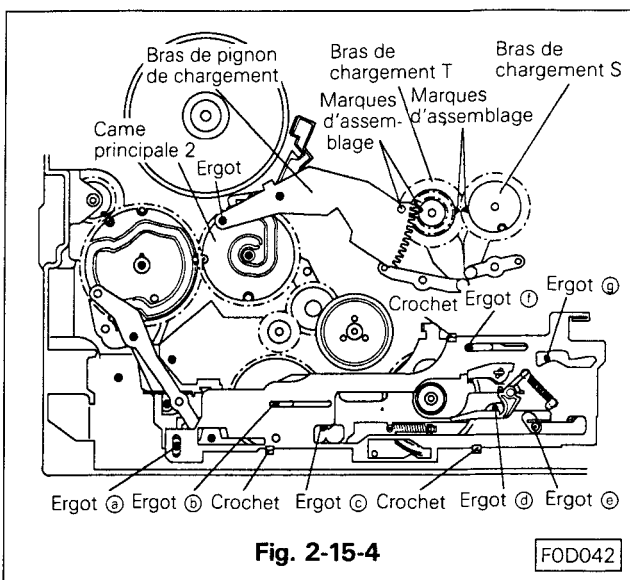
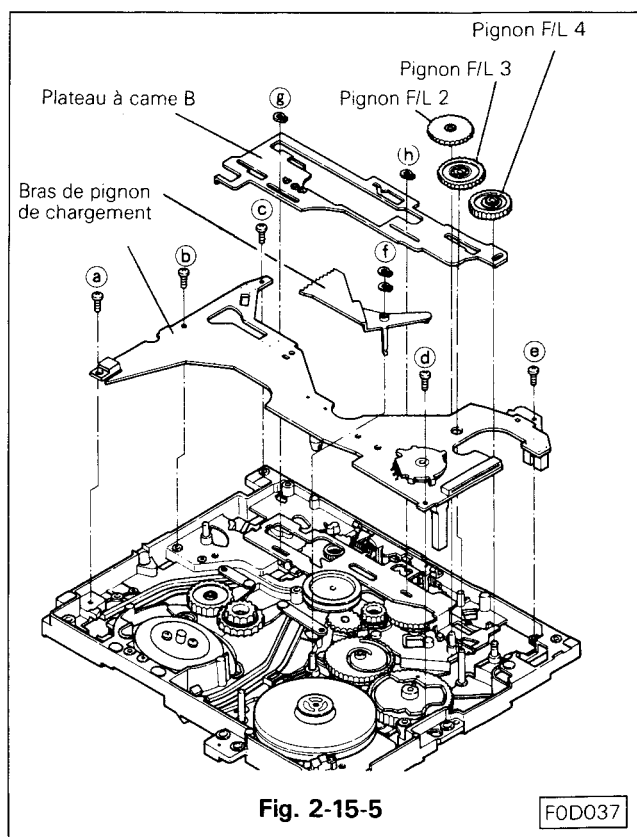

Fig. 2-15-4
Fig. 2-15-5
- J. Installer la came B en la positionnant par rapport aux ergots ① à ④ comme le montre la Fig. -2-15-4 et faire particulièrement attention à l'ergot ③. Fixer la came à l'aide des trois crochets, de la rondelle (ergot ⑥) et du circlips (ergot ①).
- K. Aligner les repères du bras de chargement T et du bras du pignon de chargement comme le montre la Fig. 2-15-4. Assembler le bras du pignon de chargement pour que son ergot puisse entrer dans la gorge de la came principale 2. Fixer le bras du pignon de chargement à l'aide des deux circlips ①. (Voir Fig. 2-15-5)
- L. Monter les engrenages F/L 2, 3 et 4 sur leur axe suivant la Fig. 2-15-5.